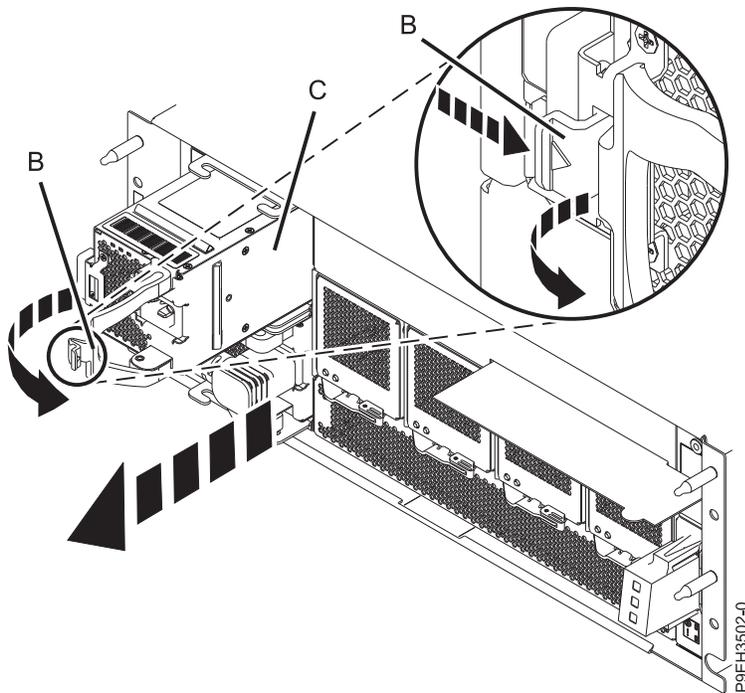

Abbildung 5. Netzteil aus dem Einschub für EMX0-PCIe3-Erweiterungen entfernen
3. Drücken Sie zur Entnahme des Netzteils (C) den Entriegelungshebel am Griff (B) in die dargestellte Richtung und ziehen Sie den Griff in Ihre Richtung heraus (siehe Abb. 5 auf Seite 5).
4. Halten Sie den Griff (B), stützen Sie gleichzeitig die Unterseite Ihres Netzteils (C) mit der Hand ab und ziehen Sie das Netzteil aus seinem Schacht heraus. Siehe Abb. 5 auf Seite 5.